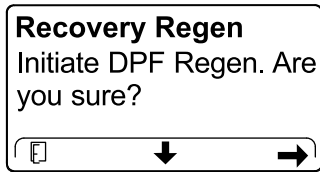

Figura 46
4. Nella schermata INITIATE DPF REGEN premete il pulsante destro per continuare (Figura 46).